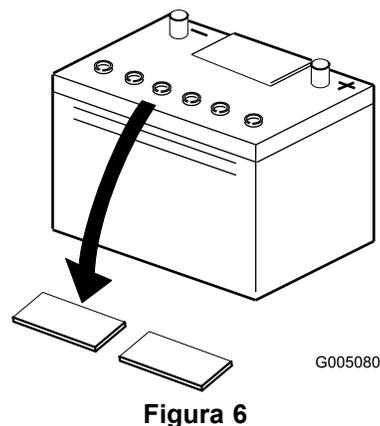

Figura 6
- Limpe a parte superior da bateria e retire as protecções das aberturas de ventilação (Figura 6).